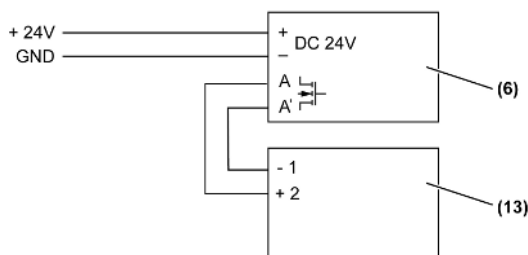

Bild 11: Anschluss an Motor-Ventilantrieb mit Regler
| (Bild 11) | (13) Motor-Ventilantrieb mit Regler, Art. Nr.: 2177SVR |